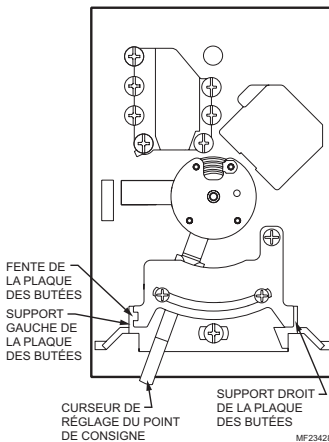

Fig. 2. Thermostat sans son couvercle.
3. Insérer la fente de la plaque des butées sous la languette du côté gauche du support de plaque des butées. Voir la Fig. 2.
4. Placer le côté droit de la plaque des butées contre le côté droit du support à plaque des butées. Voir la Fig. 2.